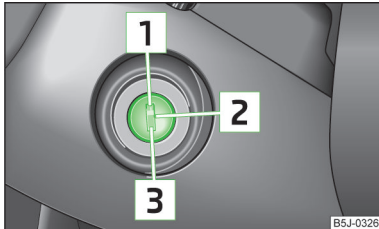

Abb. 86
- Während der Fahrt mit stehendem Motor muss der Zündschlüssel immer in der Stellung **2** » **Abb. 86** auf Seite 100 (Zündung eingeschaltet) sein. Diese Stellung wird durch das Aufleuchten von Kontrollleuchten angezeigt. Wenn das nicht der Fall ist, könnte es unerwartet zur Verriegelung der Lenkung kommen - es besteht Unfallgefahr!
- Der Anlasser darf nur dann betätigt werden, wenn der Motor und das Fahrzeug steht. Wird der Anlasser bei laufendem Motor betätigt **3** » **Abb. 86** auf Seite 100, kann der Anlasser bzw. der Motor beschädigt werden.
Benzinmotoren » Abb. 86
Dieselmotoren » Abb. 86
Wenn die **Lenkung gesperrt ist** und der Schlüssel sich nicht oder nur schwer in die Position **2** » Abb. 86 drehen lässt, dann ist das Lenkrad etwas hin und her zu bewegen - die Lenkungsverriegelung wird dadurch entriegelt.
- › Die Zündung einschalten **2** » Abb. 86 auf Seite 100.
» Abb. 86 auf Seite 100.